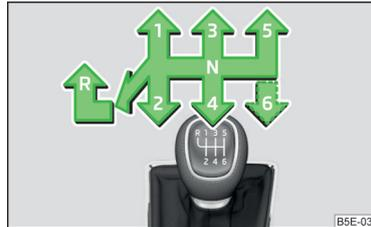

Abb. 232
Auf dem Schalthebel ist das Schaltschema für die einzelnen Gangstellungen dargestellt » Abb. 232.
- › Den Schalthebel nach unten drücken, völlig nach links und dann nach vorn in **R**-Stellung stellen » Abb. 232.